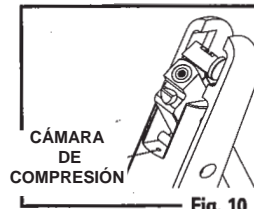

Fig. 10
- Para asegurarse de que su rifle mantenga una potencia uniforme, es importante que aplique una gota de Crosman RMC OIL en la cámara de compresión cada pocos cientos de tiros. (Fig. 10). Las partes metálicas exteriores deben limpiarse con un paño que tenga aceite RMC OIL.